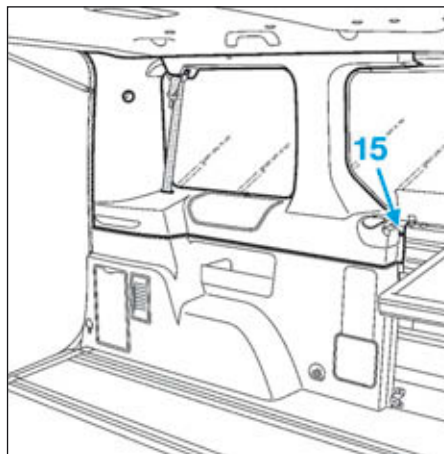

FIG.51
- la vis (15) de butée (Fig.51).